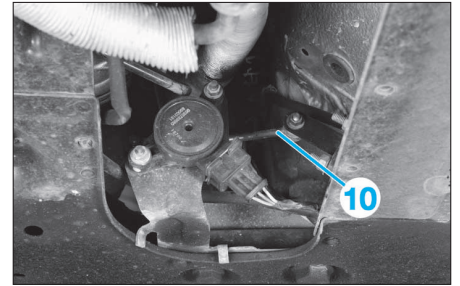

FIG. 25
- Déposer l'axe avec le cardan inférieur de colonne de direction (9).
- Véhicule équipé de la suspension pilotée : désaccoupler la biellette du capteur de hauteur (10) (Fig.25).